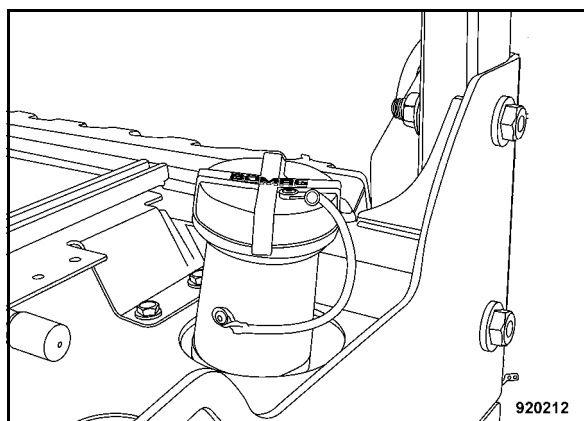

Fig. 146
- Retirar la tapa del depósito de agua (Fig. 146).